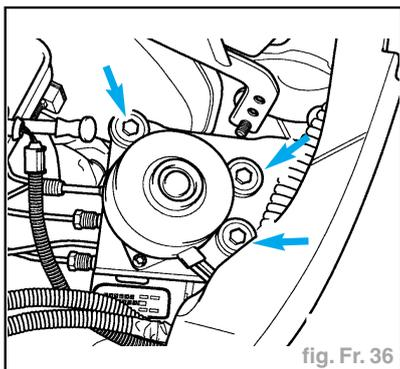

fig. Fr. 36
- Déposer les vis (flèches) sur le support de l'unité hydraulique de commande (fig. Fr. 36).
- Bien serrer l'unité hydraulique de commande (flèches) (fig. Fr. 36).